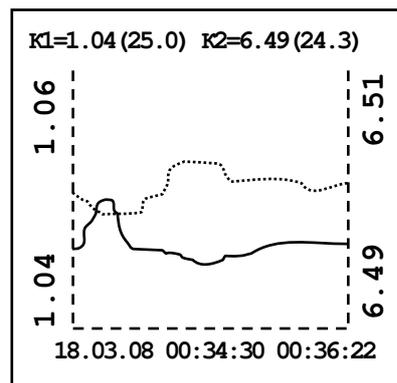

Рисунок 7.5 - Режим измерения «График»
- «**Линия**» – задаётся тип линии тренда в режиме измерения «**График**» (смотри рисунок 7.5);